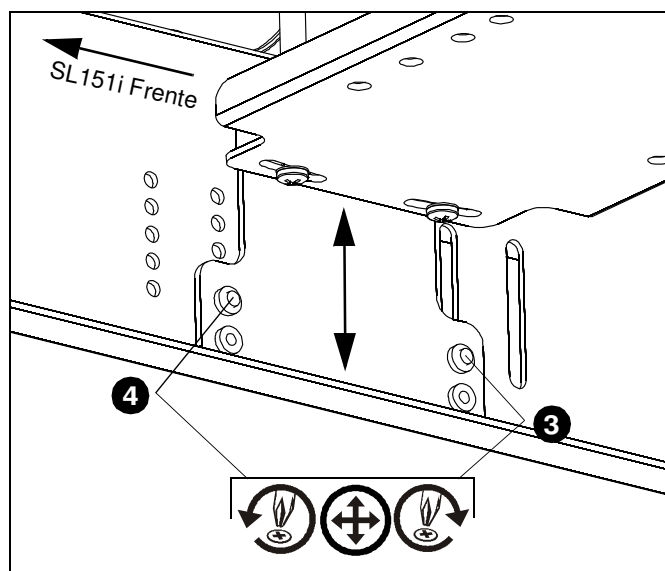

Figura 13
- Coloque y ajuste los tornillos. (Consulte la Figura 13).
- Regule el soporte y coloque y ajuste el tornillo. (Consulte la Figura 13).